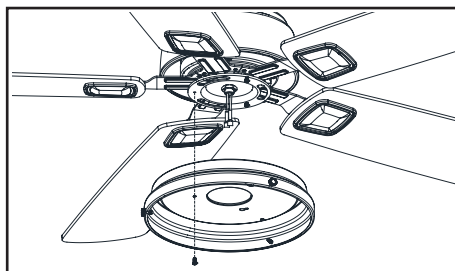

Figura 15
2. La mayoría de los problemas de oscilación del ventilador se deben a que las aspas no están al mismo nivel. Verifica este nivel seleccionando un punto en el techo sobre la punta de una de las aspas. Mide desde un punto en el centro de cada aspa al punto en el techo. Mide esta distancia como se muestra en la Figura 15. Gira el ventilador hasta que la siguiente aspa quede en posición para medir. Repite el procedimiento para cada aspa. Las desviaciones de la medición no deben pasar de $1/8''$ (3.2 mm). Enciende el ventilador por 10 minutos.
1. Afloja, pero no quites, dos de los tres tornillos de montaje del conjunto del motor del ventilador; retira un tornillo de montaje. (Figura 15)
2. Empuja la cubierta de la caja del interruptor hacia el ensamblaje del motor del ventilador para que las dos cabezas de los tornillos aflojadas encajen en las ranuras tipo ojo de cerradura. Gira la cubierta de la caja del interruptor hacia la derecha y aprieta los tornillos. Vuelve a instalar el tornillo que retiraste en el paso 1 y apriétalo firmemente. (Figura 15)